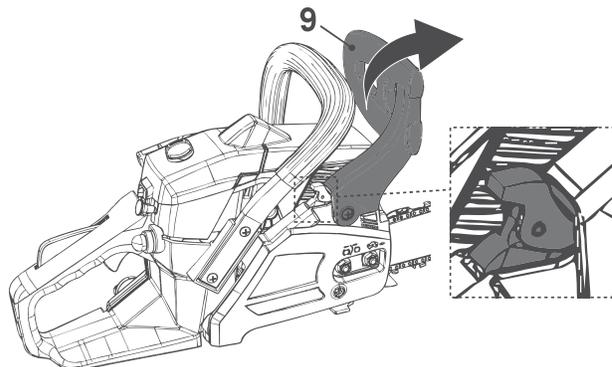

Fig. 23, Engatar o travão da corrente
**Acionar o travão da corrente:** quando a alavanca do travão da corrente (9) se encontra na posição engatada, o funcionamento da corrente é interrompido assim que o travão da corrente é ativado (Fig. 23).